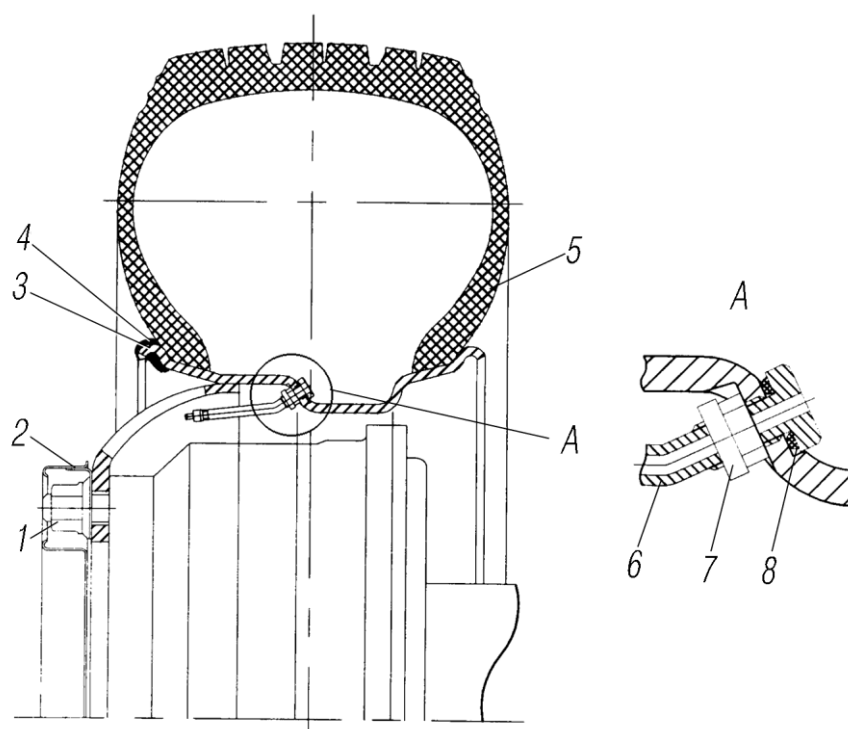
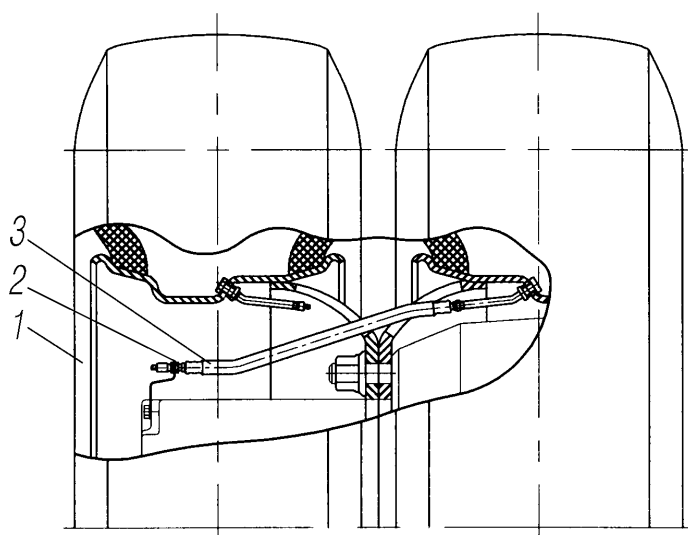

Рис. 36. Установка переднего колеса с бескамерной шиной:
Рис. 37. Установка задних колес:
Перед установкой балансира на ось внутренние поверхности ее очистить от грязи и смазать согласно карте смазочных материалов и рабочих жидкостей, заполнить полость «с» под кромкой защитного кольца 22 (см.рис. 37) смазкой.
**Передние колеёса одинарные** (рис. 36), **задние — сдвоенные** (рис. 37), шины пневматические бескамерные.
**Колесо дисковое с бескамерной шиной** (см.рис. 36) с глубоким неразъемным ободом размером 9,00х22,5. Колесо укомплектовано универсальным вентилем для бескамерных шин типа АБ-95 с металлическим основанием. Корпус вентиля устанавливается в вентиляльное отверстие на ободе и крепится с помощью гайки и шайбы. Герметичность соединения вентиля и обода обеспечивается установкой на вентиль резинового уплотнительного кольца.